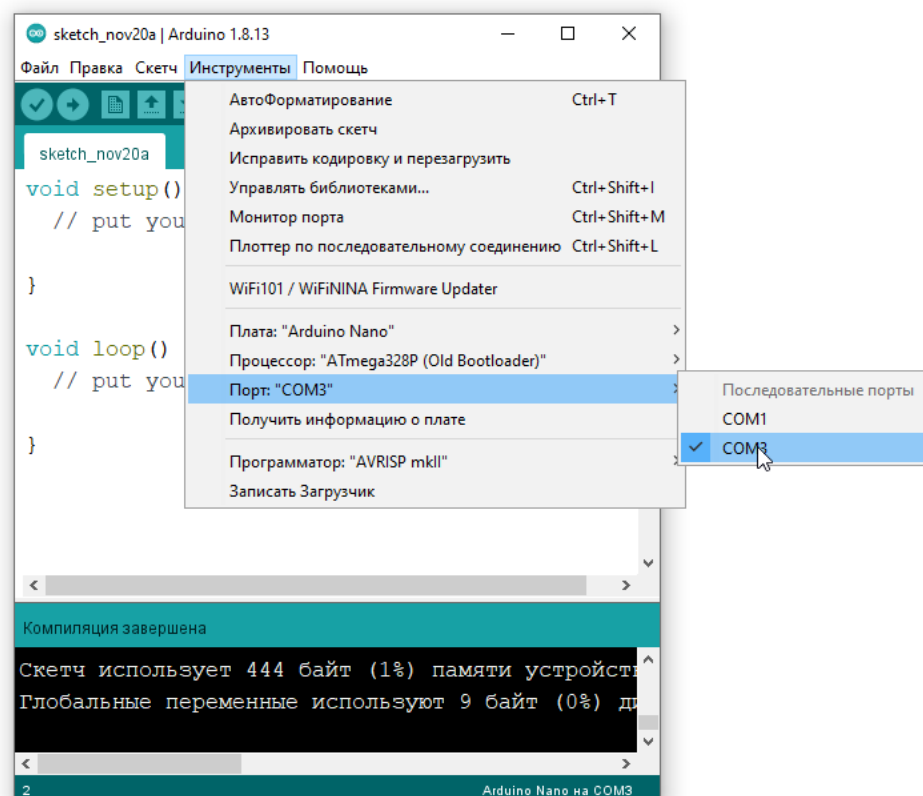

Рисунок 11 – Выбор COM-порта
• Теперь выбираем порт, к которому подключена плата рисунок 11. **COM1** – в большинстве случаев системный порт, у вас должен появиться ещё один (обычно COM3).